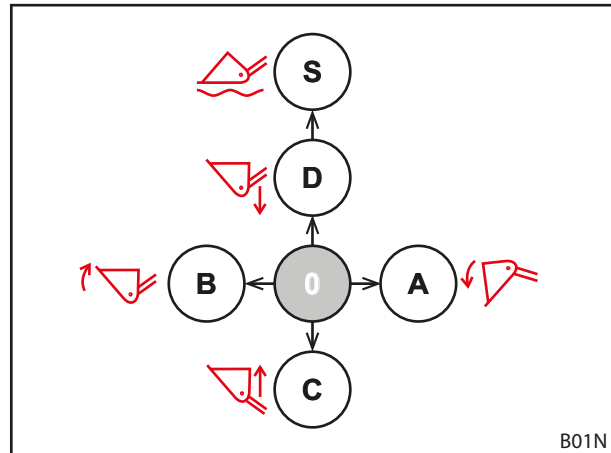
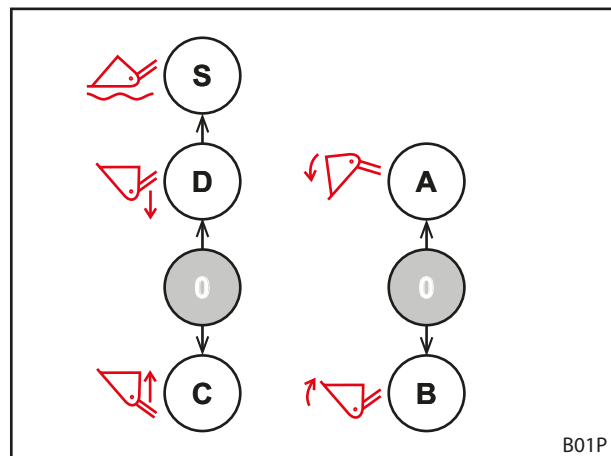

Fig. 42 Beläggning vid en manöverspak
Fig. 43 Beläggning för 2 manöverspakar
Bilderna visar beläggningen för en (1) manöverspak (se Fig. 42) och två (2) manöverspakar (se Fig. 43) sett uppifrån.